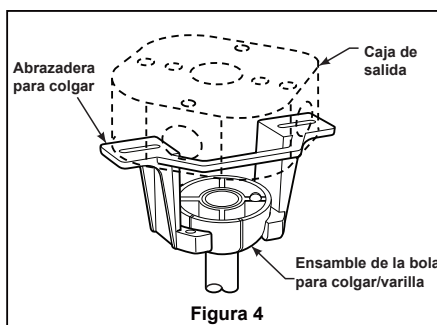

Figura 4
- ☐ 2. Levante cuidadosamente el ventilador y coloque el ensamble de la bola para colgar/varilla en la abrazadera para colgar que acaba de fijar a la caja de salida. Asegúrese de que la ranura de la bola esté alineada con la lengüeta de la abrazadera para colgar. (Figura 4)
3. Realice las conexiones de cables al bloque del terminal como se muestra en la Figura 4.